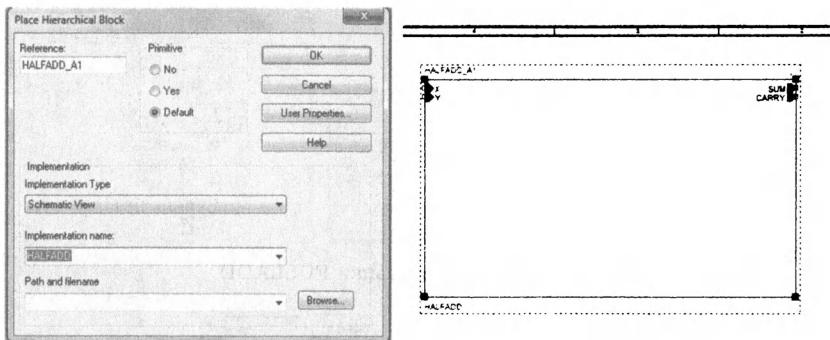

Рис. 18.10. Создание иерархического блока
9. В диалоговом окне Place Hierarchical Block укажите ссылку на HALFADD\_A1 (рис. 18.10).